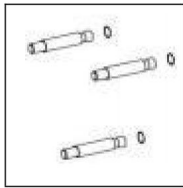

Fig.2.
- 2). Insérez les trois boulons d'expansion (1) inclus dans le support percé. des trous. Vous devrez peut-être utiliser un marteau pour les fixer à travers les trous. Voir la (Fig.2.)